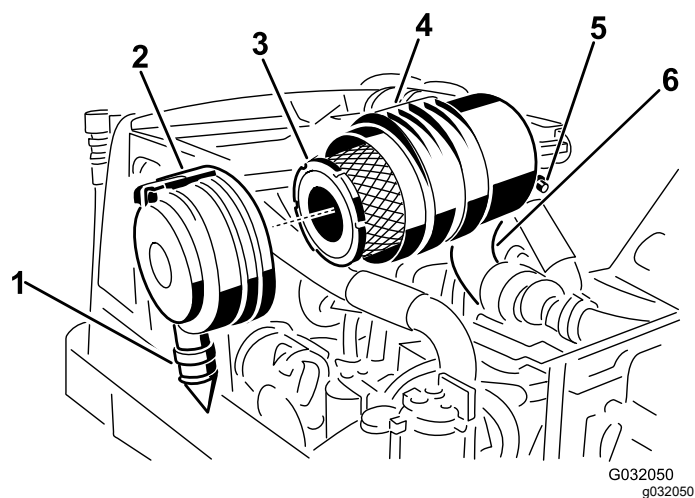

Figura 46
2. Retire el filtro primario (Figura 46).
las posiciones de las 5 y las 7, visto desde el extremo y cierre el enganche (Figura 46).
3. Cambie el filtro primario (Figura 46).